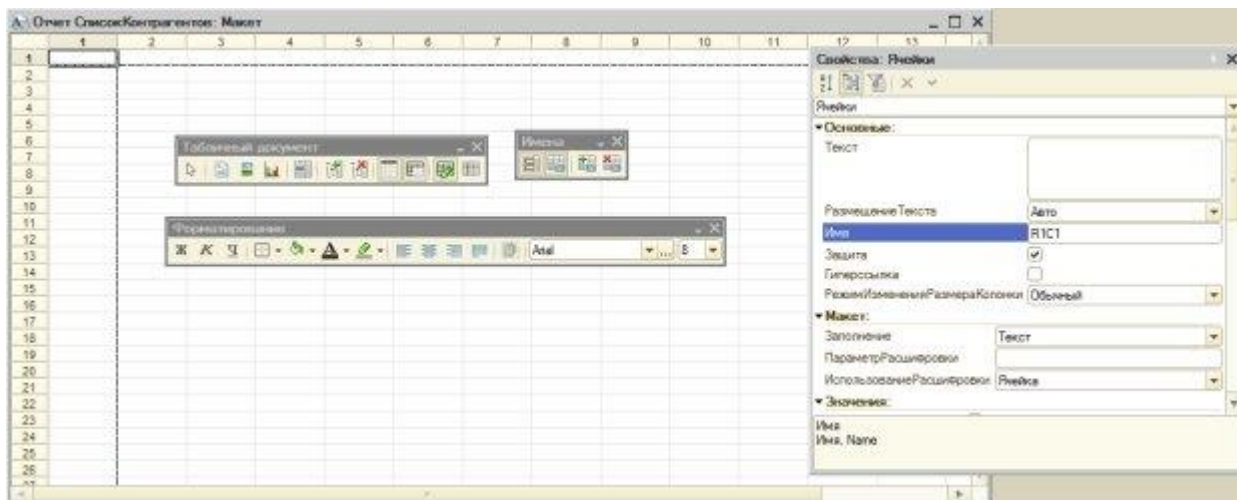

Рисунок 9.3. Средства редактирования макета отчета
4. После нажатия на кнопку **Готово**, мы видим табличный редактор, Рисунок 9.3., очень напоминающий Microsoft Excel. Работая с ним, мы можем пользоваться стандартной палитрой свойств, а так же – панелями инструментов, в частности – **Форматирование**, **Табличный документ**, **Имена**. Наша задача сейчас – создать и отформатировать области, которые позже будут использованы для формирования готового отчета.